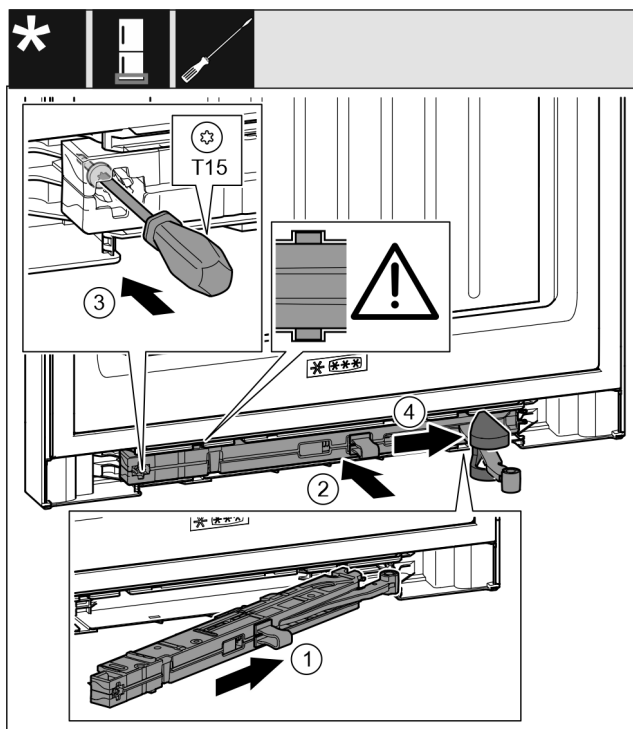

Fig. 42
- Inserire in diagonale l'unità dell'ammortizzatore di chiusura Fig. 42 (1) nel vano sul lato del blocco di supporto fino a battuta.
- Inserire completamente nel vano l'unità dell'ammortizzatore di chiusura Fig. 42 (2).
- Stringere la vite Fig. 42 (3) con un cacciavite.
- Spostare la copertura Fig. 42 (4) sul giunto.